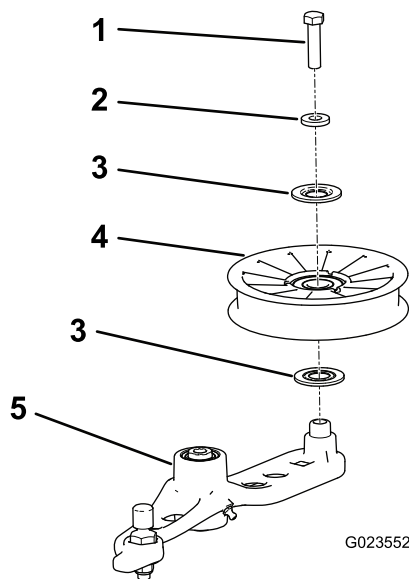

図 58
6. 古いテンショナプーリをテンショナアームに固定しているボルトを外して新しいプーリを取り付ける(図 58)。